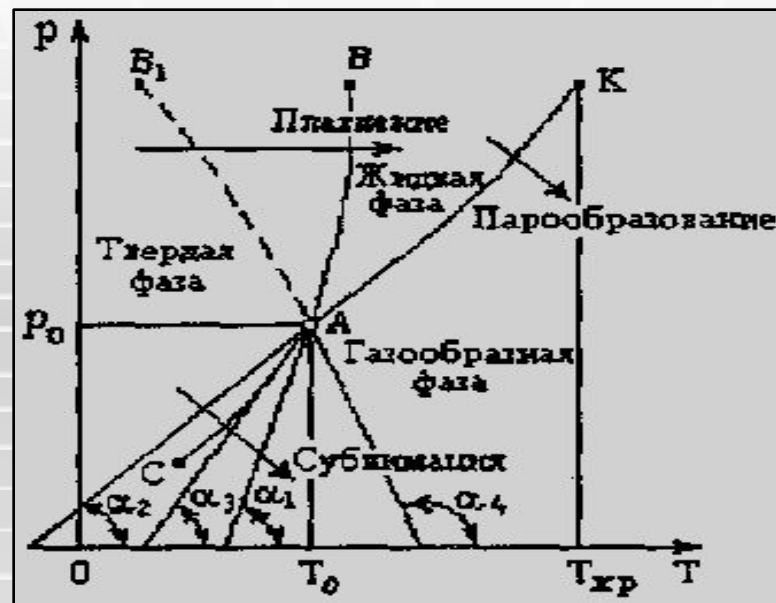

Рис. 5.1.
- Фазовым переходом называется процесс, сопровождающийся затратой теплоты и изменением объема, в котором происходит изменение агрегатного состояния вещества. Переход из одного агрегатного состояния в другое удобно рассматривать на pT – диаграмме (рис.5.1).
- Линия $p = f_1(T)$ (линия AK на рис.5.1.) соответствует равновесному состоянию жидкой и газообразной (парообразной) фаз. Эту линию еще называют линией испарения (или по обратному процессу – линией конденсации). Линия $p = f_2(T)$ (линия AC) соответствует равновесному состоянию твердой и газообразной фаз. Это линия сублимации (или по обратному процессу – десублимации). На линии $p = f_3(T)$ (линия AB) находятся в равновесии твердая и жидкая фазы. Эта линия называется линией плавления (или по обратному процессу – затвердевания).
- Все три кривые равновесного состояния различных фаз вещества пересекаются в некоторой определенной для каждого вещества точке, называемой тройной точкой (точка A на рис.5.1). В этой точке в термодинамическом равновесии находятся три различные фазы вещества – твердая, жидкая и газообразная, т.е. пропадает различие между этими тремя фазами.